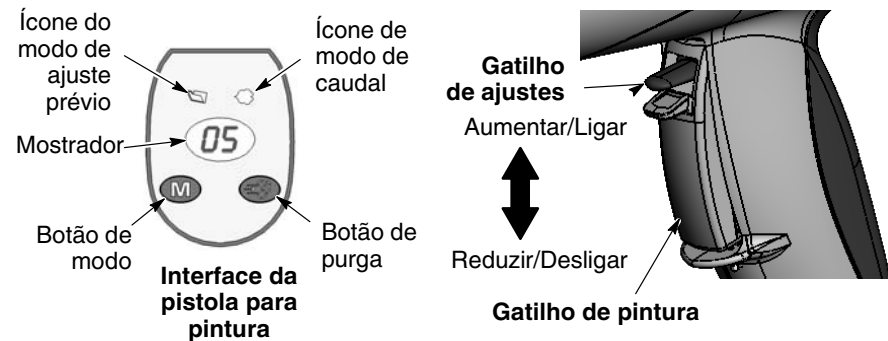

Figura 4-3 Comandos da pistola
1. Consulte a figura 4-3. Solte o gatilho de pintura. Os ajustes prévios não podem ser modificados enquanto a pistola estiver actuada.
1. Consulte a figura 4-3. Prima o botão de **Modo** até o ícone do **Modo de caudal** se acender.
1. Consulte a figura 4-3. Aponte a pistola para pintura para dentro da cabina e solte o gatilho de pintura.